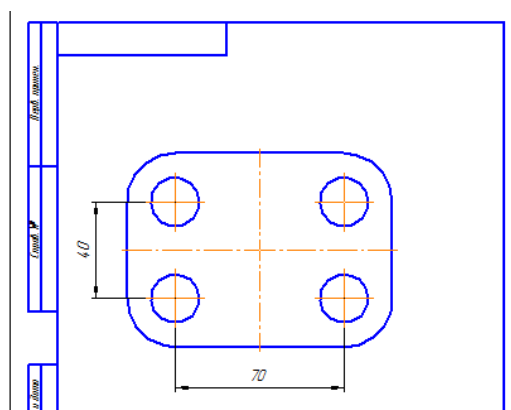

Рис.5
8) Щелкните мышкой на построенной выше окружности. На странице Редактирование включите кнопку *Симметрия* и постройте правую верхнюю окружность, указав любые две точки на вертикальной оси прямоугольника. Другие окружности постройте также с помощью команды *Симметрия*, выбрав в качестве оси симметрии горизонтальную осевую линию прямоугольника (рис.5).